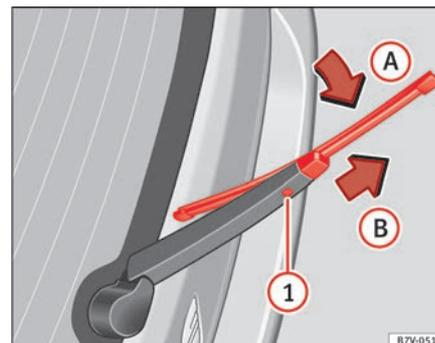

Abb. 159 Scheibenwischerblatt der Heckscheibe auswechseln.
- Scheibenwischerblatt oben in Richtung Scheibenwischerarm ⇒ Abb. 159 (Pfeil ①) klappen.
- Entriegelungstaste ① gedrückt halten und das Scheibenwischerblatt gleichzeitig in Pfeilrichtung ② abziehen. Dazu kann ein erhöhter Kraftaufwand notwendig sein.
- Neues Scheibenwischerblatt **gleicher Länge und Ausführung** auf den Scheibenwischerarm entgegen der Pfeilrichtung ③ schieben, bis es einrastet. Dabei muss sich das Scheibenwischerblatt in abgeklappter Position (Pfeil ④) befinden.